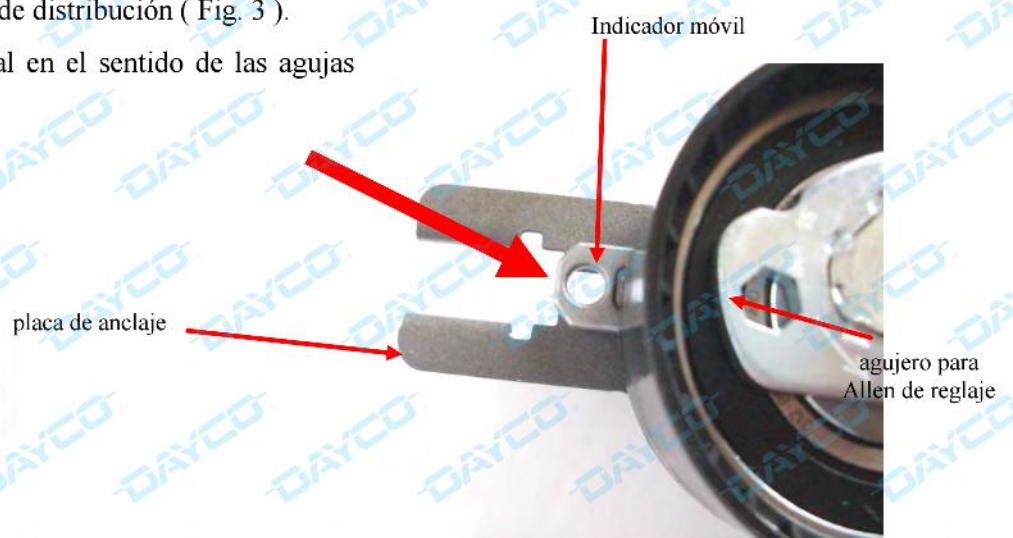

Fig. 2
- Gire, con la llave específica Allen, el tensor en sentido contrario a las agujas del reloj hasta que el indicador móvil se coloque como se indica en la Fig. 2.